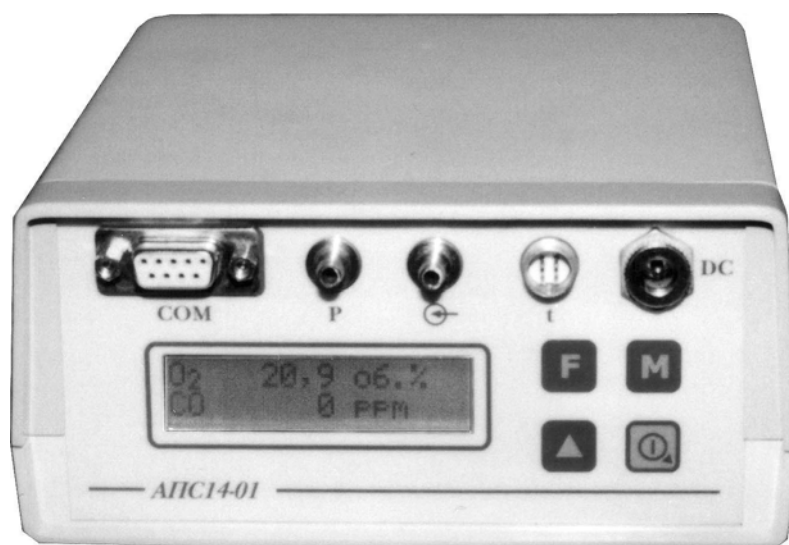
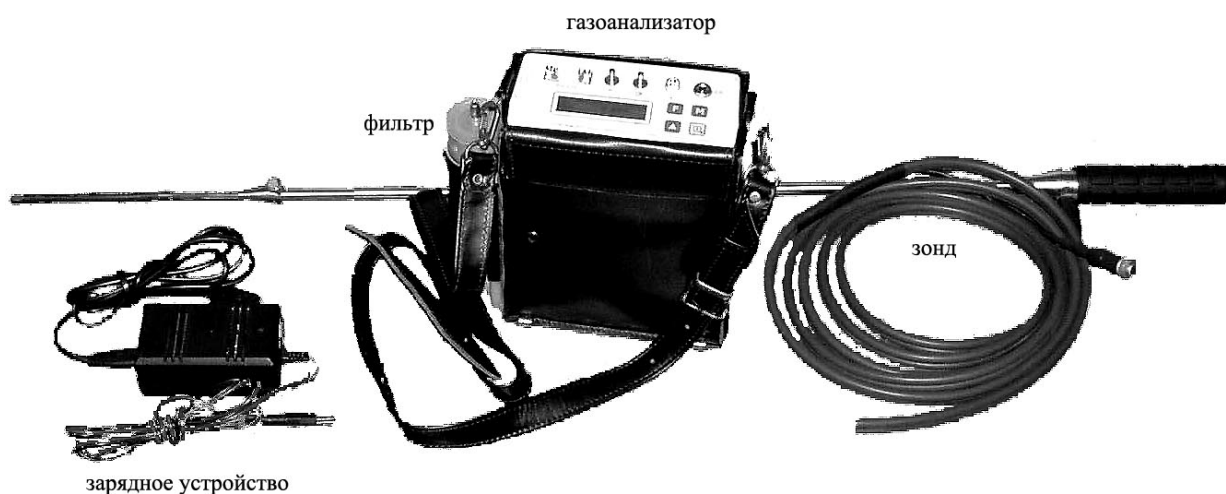

Рисунок 5.1 Внешний вид газоанализатора.
Рисунок 5.2 Состав газоанализатора.
Газоанализатор выполнен в корпусе из ударопрочной пластмассы, помещенном в футляр, предназначенный для переноски и хранения газоанализатора. Все подсоединительные разъёмы, газовые штуцеры, дисплей и клавиатура вынесены на верхнюю панель газоанализатора. Газоанализатор комплектуется зарядным устройством, зондом-пробоотборником и устройством предварительной очистки газа (фильтром), помещаемым в специальный карман футляра. По специальному заказу газоанализатор комплектуется мини-принтером. Внешний вид газоанализатора показан на рис. 5.1. Состав газоанализатора показан на рис. 5.2.
6.1. На переднюю панель газоанализатора нанесена маркировка согласно рис. 5.1, включающая в себя наименование и условное обозначение газоанализатора, символы назначения клавиш, входных штуцеров и разъёмов.